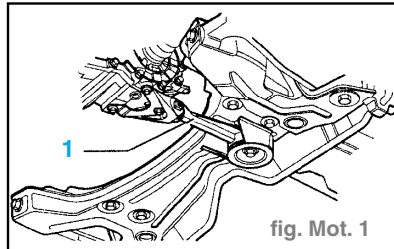

fig. Mot. 1
- Dévisser l'appui pendulaire (1) de la boîte de vitesses. (fig. Mot. 1 ou 2)